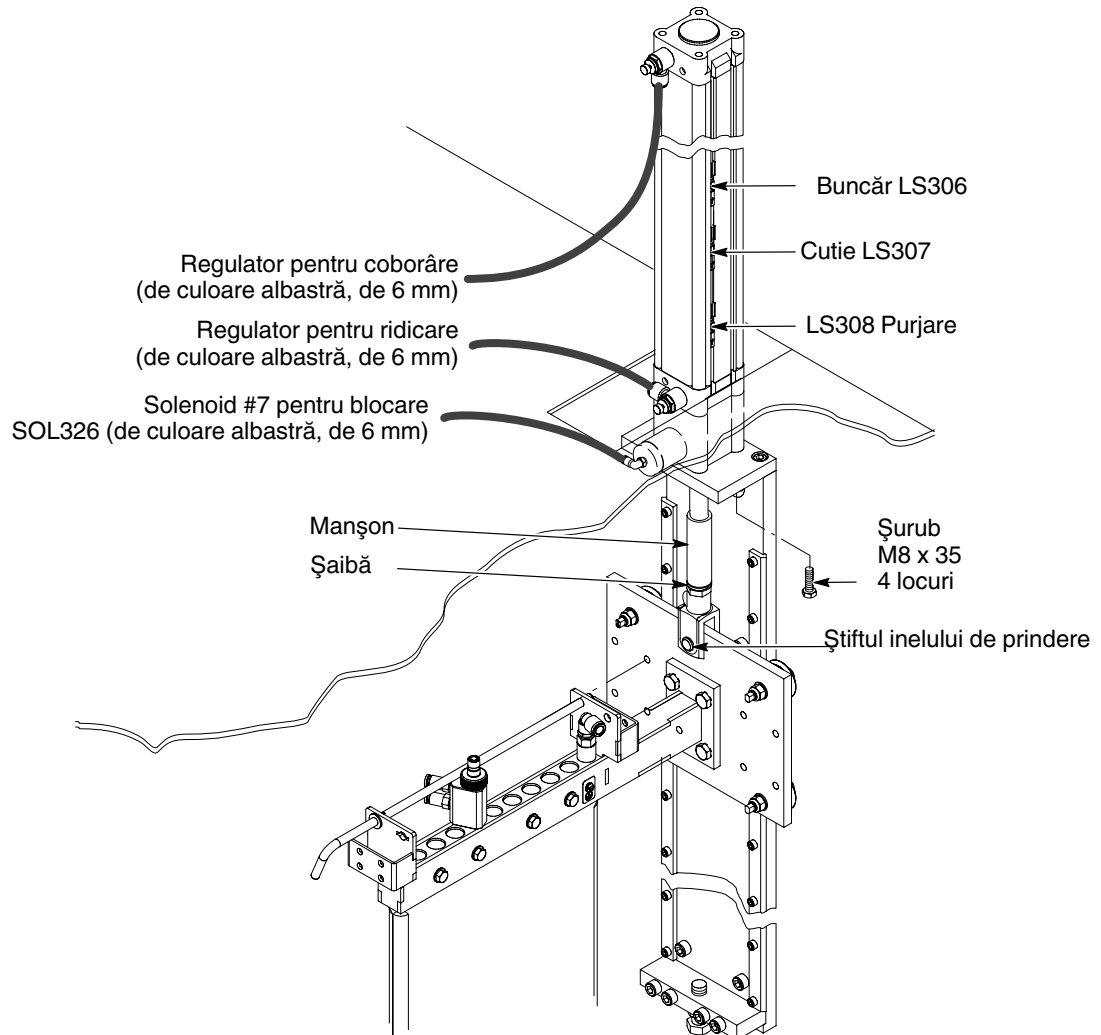

Figura 8-8 Montarea cilindrului de ridicare
1. A se vedea Figura 8-8. Dacă nu utilizați buncăre cilindrice Nordson de 50 lb: Instalați manșonul și șaiba pe noul cilindru.